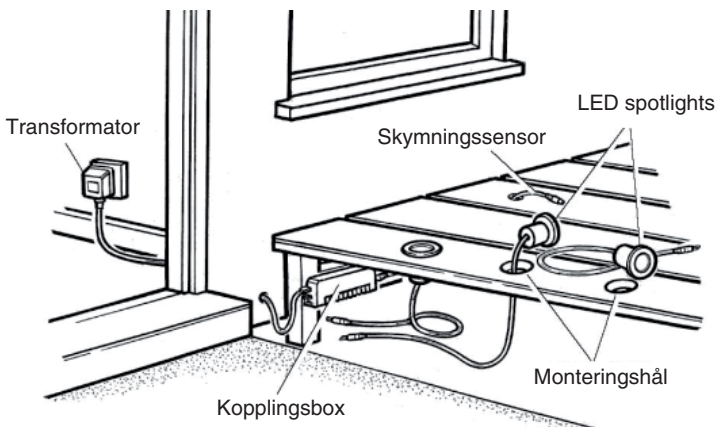

Fig. 1
En vanlig typ av installation visas på Fig. 1.
4. Mata in LED-spotlightens anslutningskabel genom de borrarade monteringshålen (se fig. 1).